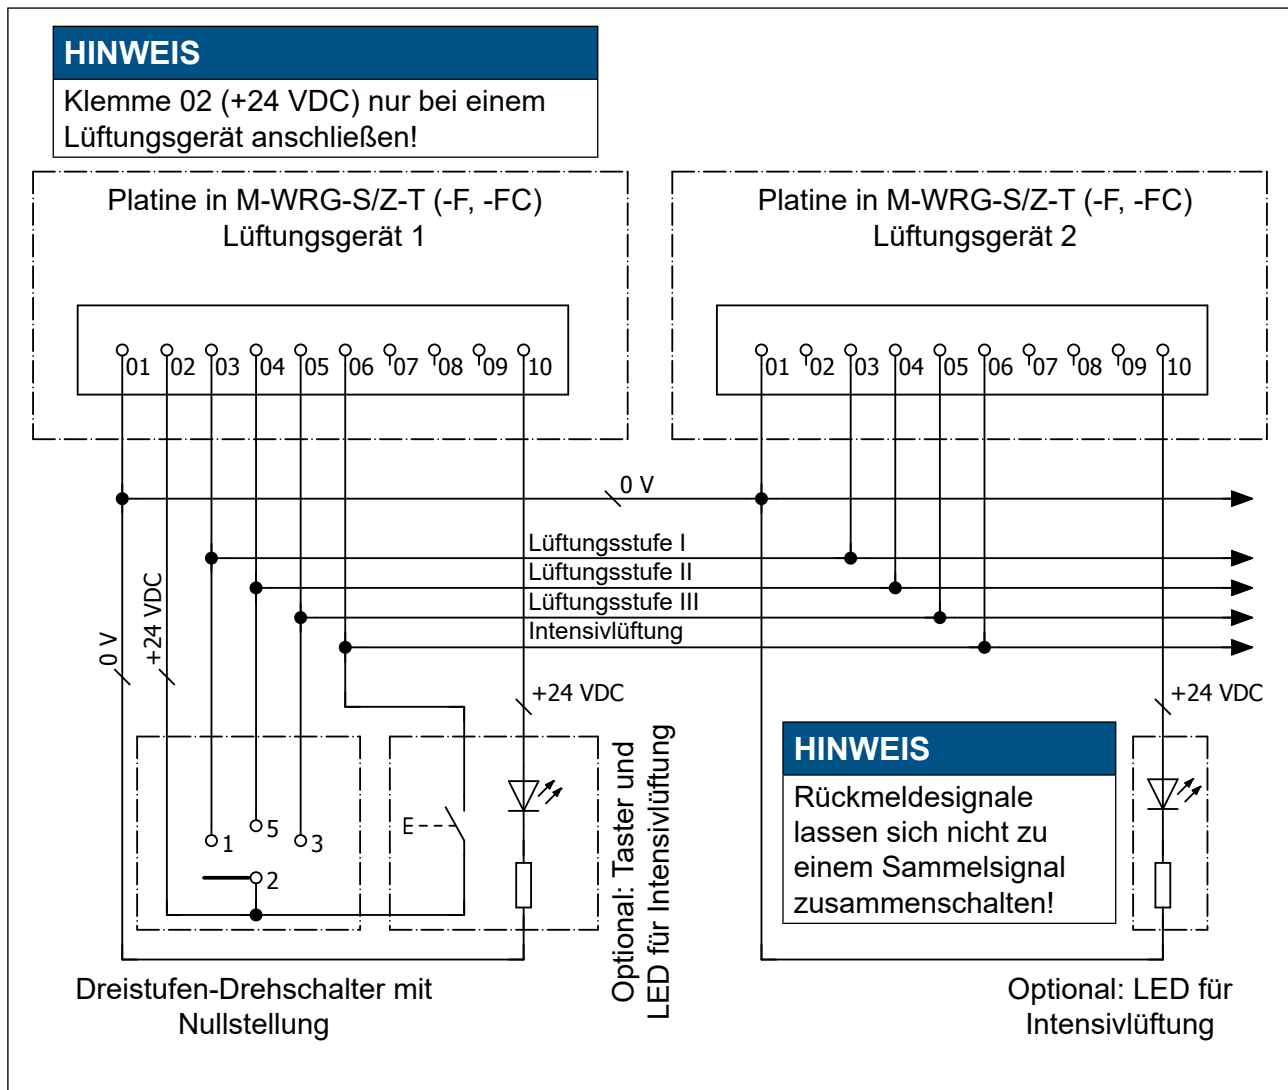

Abb. 35: Schaltplan für die Verdrahtung von M-WRG-S/Z-T (-F, -FC)-Lüftungsgeräten mit Steuerkabel und optionalem Taster/LED
- ▶ Schließen Sie das Steuerkabel und den optionalen Taster/LED an die Platinen der Lüftungsgeräte an (siehe Anschlussbelegung in Abschnitt 16.6.1 und Schaltplan in Abb. 35 auf Seite 52).
- Die Klemmen 01 (0 V) aller Lüftungsgeräte müssen miteinander verbunden werden (siehe Abb. 35).
- Die Klemme 02 (+24 V DC) des Dreistufen-Drehschalters darf nur an die Klemme 02 eines einzigen Lüftungsgerätes angeschlossen werden (siehe Abb. 35).